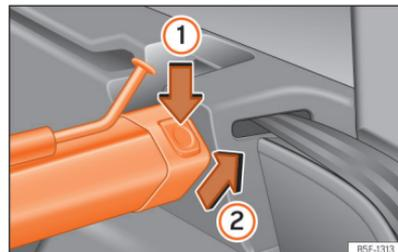

Abb. 186 Im Kofferraum: Trennwandnetz ausbauen.
- Linke oder rechte Entriegelungstaste »» (Abb. 186) in Pfeilrichtung ① drücken.
- Stützschaube in Pfeilrichtung »» (Abb. 186) ② abnehmen.
- Schale der Träger links und rechts entgegen der Pfeilrichtung »» (Abb. 186) ② drücken, bis diese einrastet. Die roten Markierungen an den Entriegelungstasten dürfen nicht mehr sichtbar sein.